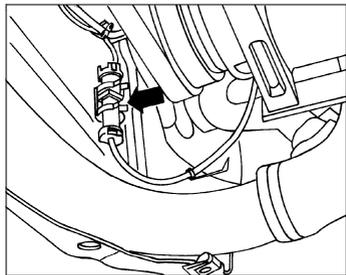

图 2-9 拔下空调电磁离合器的绿色插头
19) 如图 2-9 箭头所示, 松开卡箍, 拔下锁支架底部右侧的空调电磁离合器的绿色插头, 并将导线放置一旁。